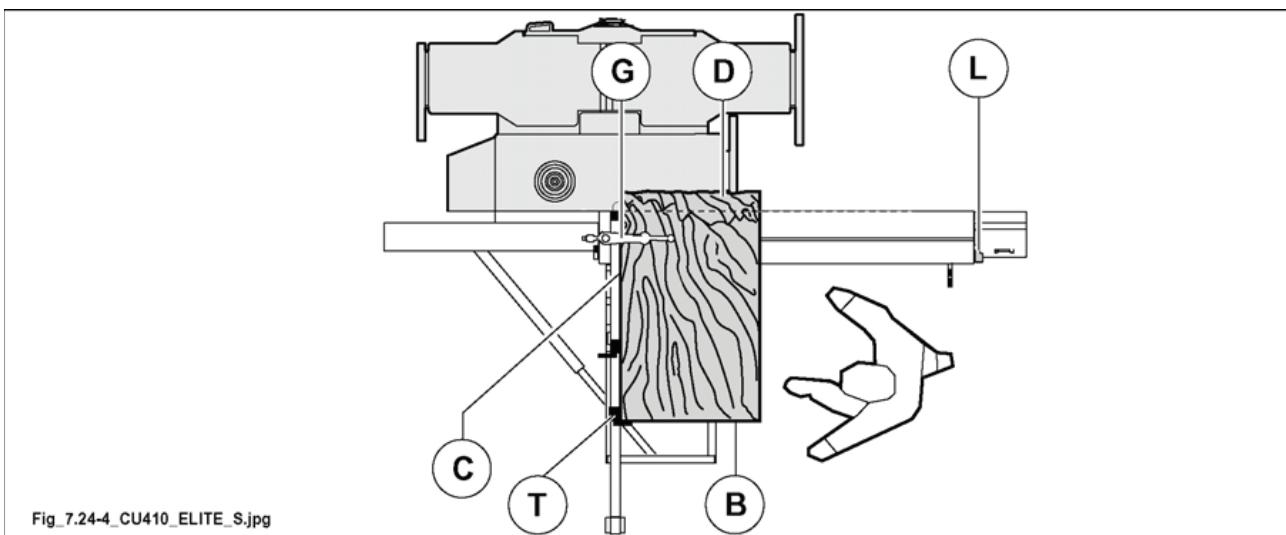

Рис. 7.24-4
- Повернуть панель на 90°. Опереть только что отрезанную боковину (С рис. 7.24-4) на линейку из алюминия, а обрабатываемую боковину (В рис. 7.24-4) опереть на упор (Т рис. 7.24-4) линейки (установлена на значении реза), блокировать при помощи толкателя (G рис. 7.24-4) и произвести новый рез (D fig. 7.24-4).